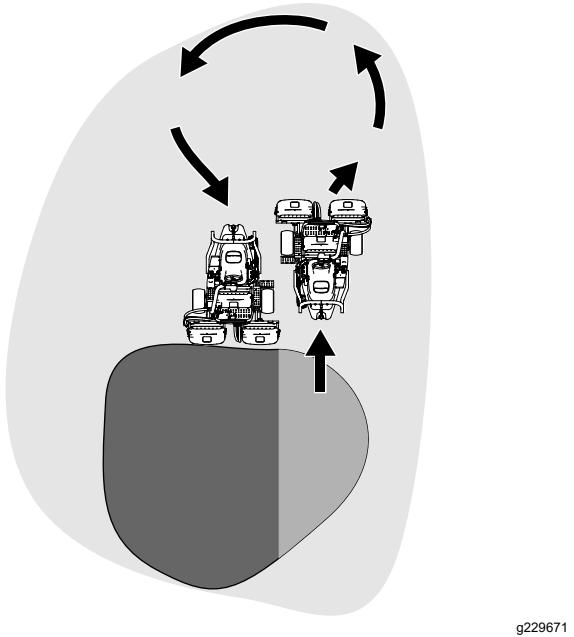

Figura 22
- Para ganar tiempo y facilitar la alineación correcta para la pasada siguiente, gire la máquina momentáneamente en la dirección opuesta, y luego gire hacia la parte que todavía no está cortada. Este movimiento es un giro en forma de lágrima (Figura 22), que permite alinear la máquina rápidamente para la pasada siguiente.